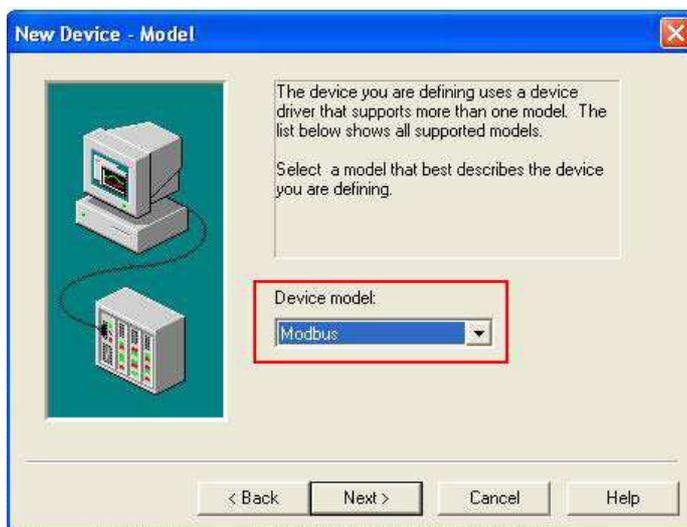

Рис.7
2.5 Введите модель устройства (Modbus) (Рис.7):